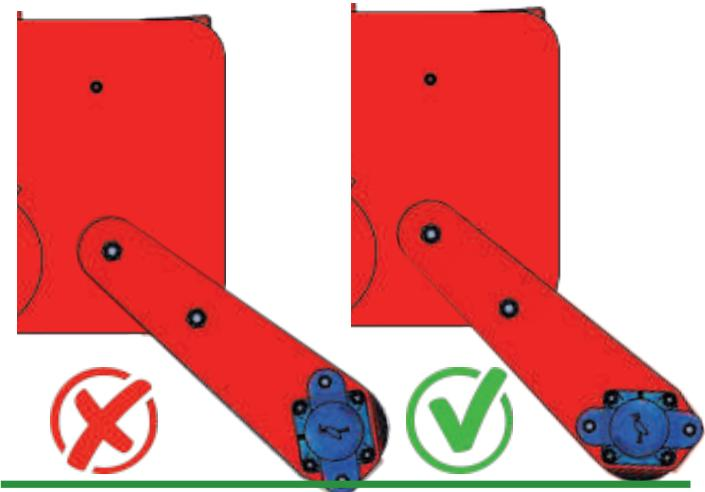

FIGURA No. 7
*Tenga en cuenta que las platinas de soporte del rodillo tienen una sola posición, para su facilidad, vigile que las tapas protectoras de los rodamientos queden en posición horizontal para que el rodillo haga contacto con el suelo. (**Figura No. 7**).*